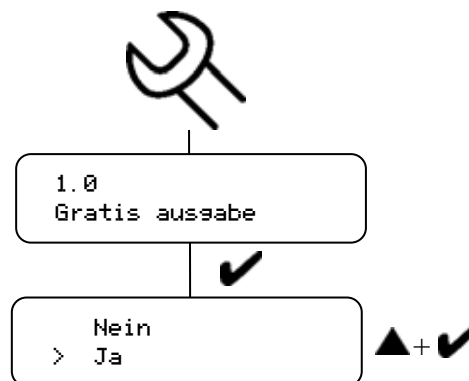

Abb. 27
7.5.1 Getränkeausgabe auf Bezahlen einstellen (Abb. 27)